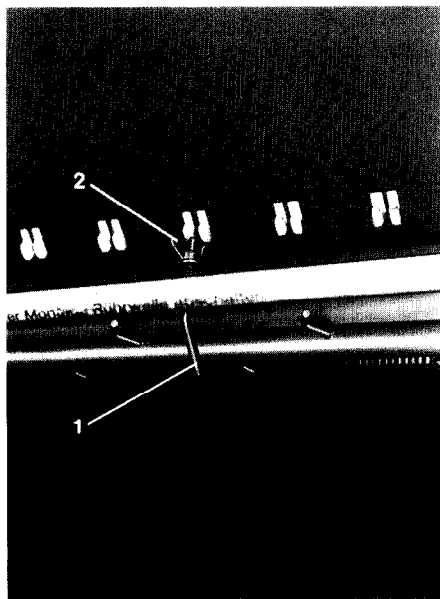

Fig. 50
- Der monteres 2 hageskruer (Fig.50/1, 51/7), i midten af hver rapsindsatskasse mellem røreksel og rapsindsatskasse, der skal spændes til med fløjmøtrikker (Fig.50/2, 51/8).